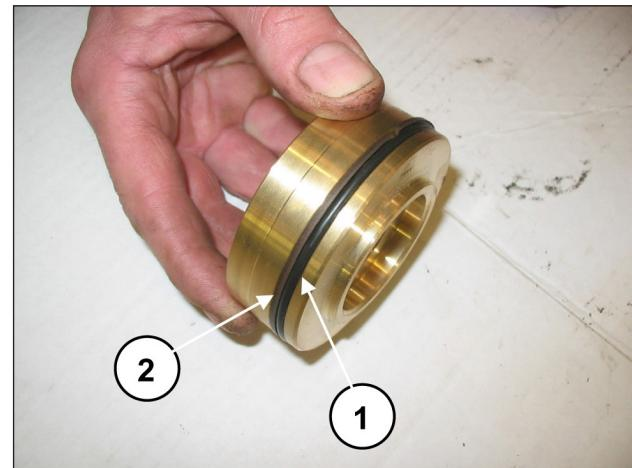

Fig. 127
Montare O-ring, pos. esploso n. 17 (pos. ①, Fig. 127) e anello antiestrusione, pos. esploso n. 21 (pos. ②, Fig. 127) sul tappo valvola di mandata.